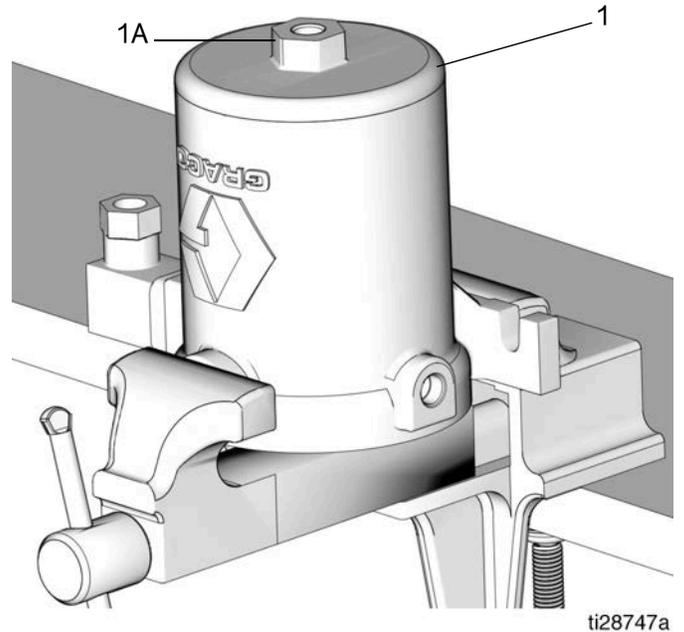
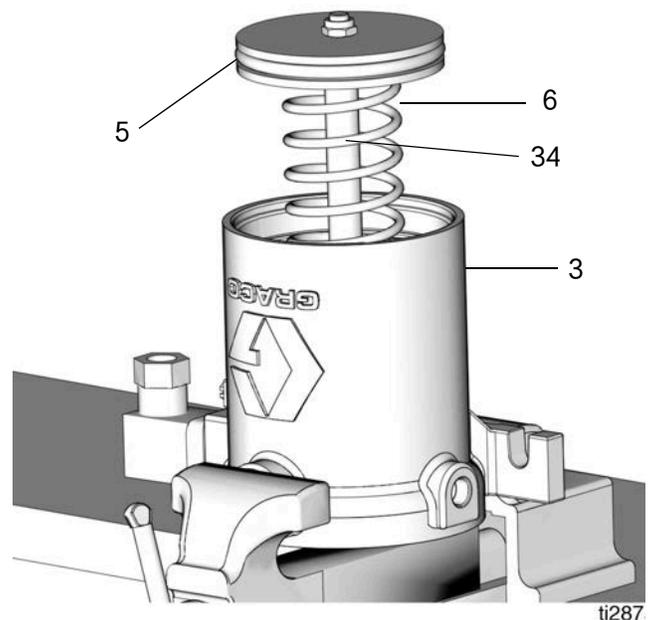

图 19
图 20
16. 检查活塞组件 (33) 是否有刮痕和其他磨损及损坏。如有损坏, 则更换泵活塞组件 (33)。
17. 重新将气动马达气缸放置在老虎钳中, 接近气动马达气缸的底部 (图 19)。
18. 用扳手固定住盖螺母 (1a)。逆时针转动松开, 从气动马达气缸的底部拆下盖子 (1)。(图 19)。
注意: 活塞 (5) 下的马达气缸 (3) 内有一个弹簧 (6) (图 20)。朝下按住盖子 (1) 的顶部作为抗力, 同时拧松盖子上的螺丝 (1A) (请参见图 19)。
- a. 从气动马达气缸(3)上拆下活塞杆(34)、活塞(5)和弹簧(6)(图20)。